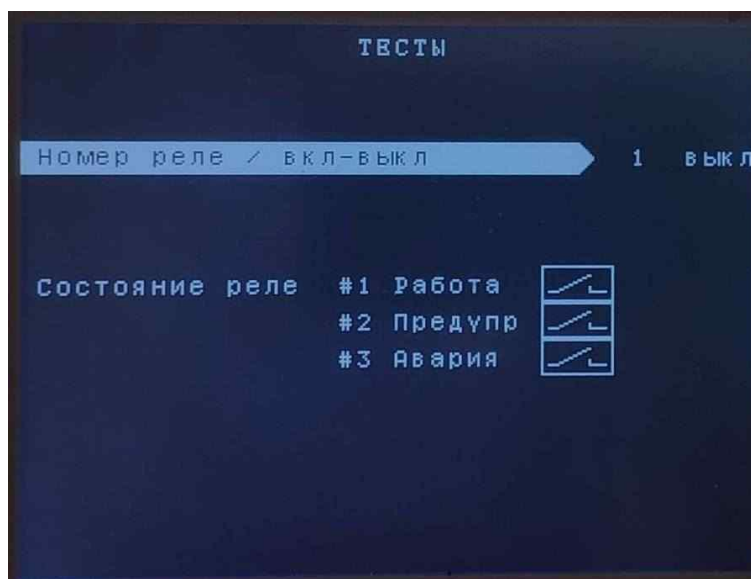

Рисунок 22 – Підрозділ «Реле сигналізації»
3.1. «Реле сигналізації» - підрозділ призначений для тестового вмикання/вимикання реле сигналізації МС (див. рисунок 22).